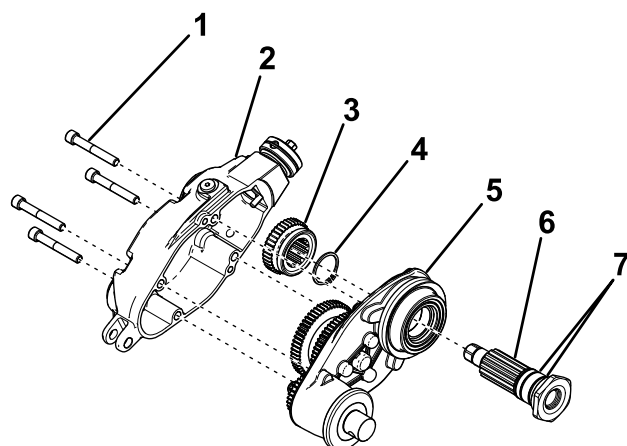

図 5
1. 駆動シャフトにOリング2個を取り付ける 図 5。
取り付ける 図 5。
ギアを取りつける 図 5。
外したボルト4本を使って固定し 図 5、各